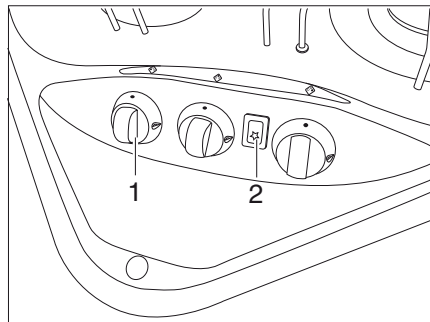
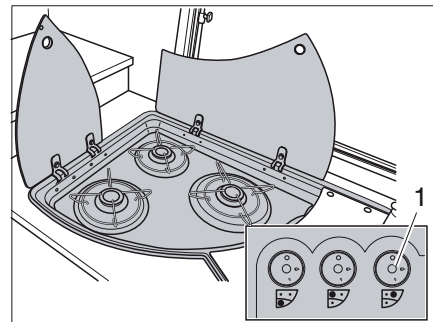

Fig. 133 Boutons de commande pour le réchaud à gaz
Fig. 134 Variante: Boutons de commande pour le réchaud à gaz
- Tourner le bouton tournant (Fig. 133,1 ou Fig. 134,1) du brûleur désiré en position d'allumage (grande flamme).
- Si une touche d'allumage (Fig. 133,2) est présente: Générer une étincelle en appuyant sur la touche d'allumage.